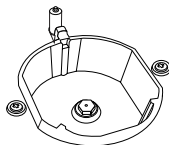
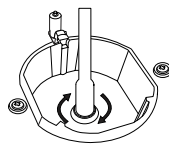

Figura 4
Figura 5
2. Deve retirar o bico (figura 4) do queimador com chave de bicos especial e instalar o novo bico. (Figura 5)